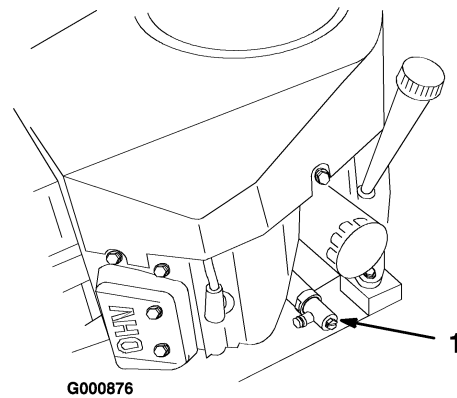

Figura 23
- Deslice el tubo de vaciado sobre la válvula de vaciado de aceite (Figura 23).
- Coloque un recipiente debajo del tubo de vaciado de aceite. Utilice un destornillador plano o una llave de 3/8 pulgadas (10 mm) para abrir la válvula (Figura 23).
- Gire el extremo de la válvula en el sentido contrario a las agujas del reloj para abrir la válvula (Figura 23).
- Cuando el aceite se haya drenado completamente, gire el extremo de la válvula en el sentido de las agujas del reloj para cerrarla (Figura 23).
- Limpie alrededor de la varilla de aceite y desenrosque el tapón (Figura 23).
- Vierta lentamente un 80% aproximadamente de la cantidad especificada de aceite por el tapón de llenado (Figura 23). Consulte Mantenimiento del aceite del motor, en Mantenimiento del motor, página 25.